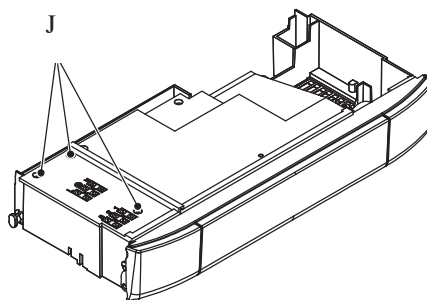

Fig. 8.10
1. Loosen the screws J and remove the service panel (Fig. 8.10).
1. Ослабьте винты J и снимите сервисную панель (Fig. 8.10).